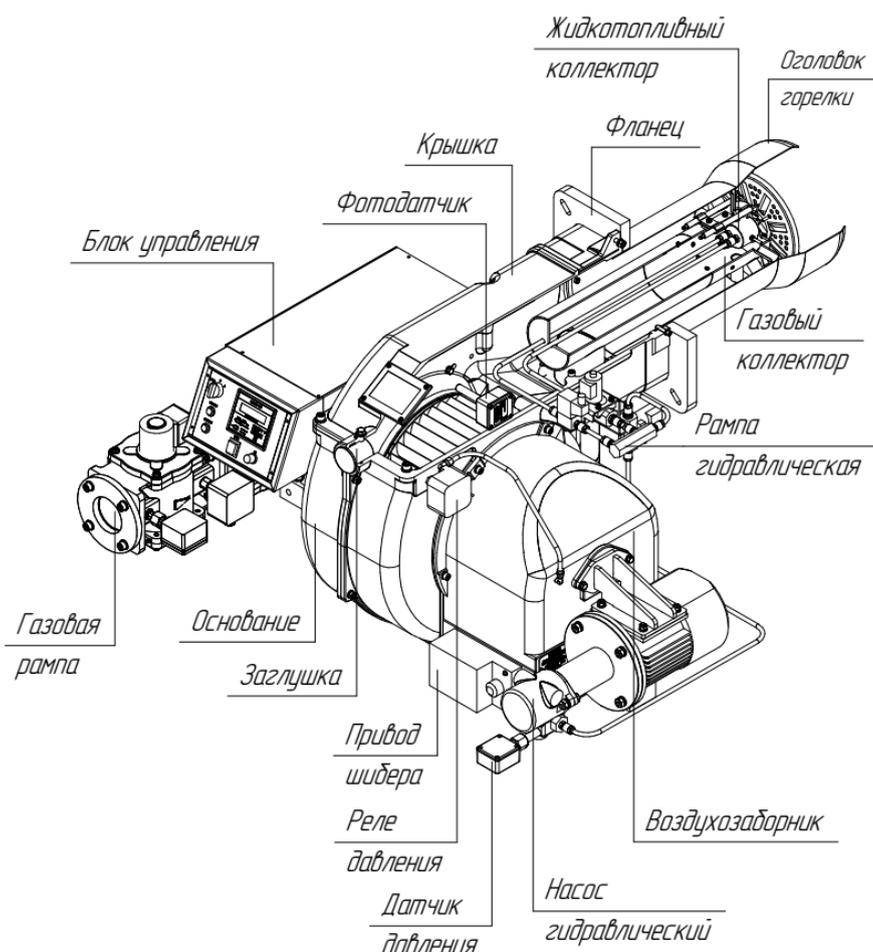

Рис.1.Общий вид горелкиблочной комбинированной «EMMA».
1.2. Основные технические характеристики горелок приведены в таблице 1, общий вид горелки ЕММА на рис.1.
3) **Блок управления САФАР-410** (см. рис.1) смонтирован на горелке и предназначен для управления работой горелки, программного розжига и автоматической блокировки при возникновении аварийных ситуаций.